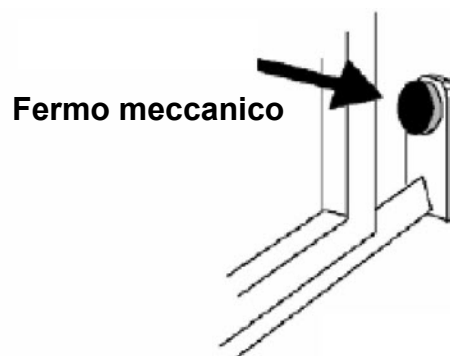

Fig. 2
- Prima di procedere al montaggio dell'automatismo, si verifichi che il cancello sia perfettamente funzionante, inoltre, è opportuno verificare che la guida di scorrimento a terra (**V. Fig. 1**) non presenti malformazioni, che sia perfettamente a livello e che sia presente il fermo meccanico in apertura (**V. Fig. 2**) al fine di evitare che il cancello esca fuori dalle guide superiori (**V. Fig. 3**)